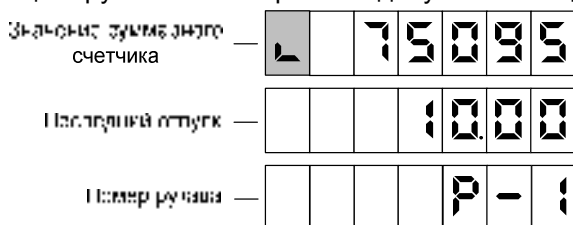

Рисунок 5
8.7 Предусмотрен просмотр на табло значений суммарного счетчика рукава в строке указателя стоимости с мигающим символом "L" в старшем разряде. В строке цены за литр отображается порядковый номер рукава и символы "P -" (рисунок 5). В случае многорукавной колонки, чтобы просмотреть на табло значения суммарных счетчиков других рукавов стороны, необходимо снять раздаточный кран интересующего рукава. В этом режиме допускается выдача топлива.